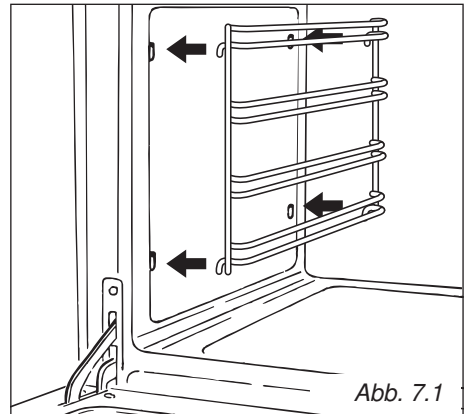

Abb. 7.1
- Hängen Sie die Seitenhalterungen in die Löcher der seitlichen Innenwände des Backofens ein (Abb. 7.1).